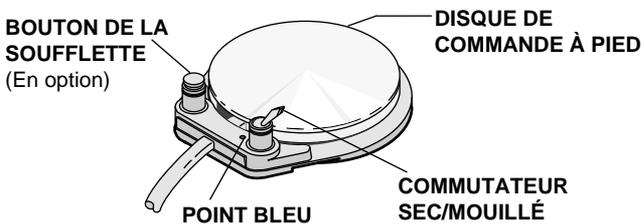

Figure 6. Pédale
3. Basculer l'interrupteur d'eau de la pédale (voir Figure 6 à la page 9) sur la position OFF, à l'opposé du point bleu.
3. Déplacer l'interrupteur à bascule humide/sec (wet/dry) de la commande au pied (voir Figure 6 à la page 9) à la position OFF, vers le point bleu.
3. Basculer l'interrupteur d'eau de la pédale (voir Figure 6 à la page 9) sur la position ON, vers le point bleu.
La pédale est équipée d'un interrupteur d'eau et, en option, d'un interrupteur de soufflette (voir Figure 6).